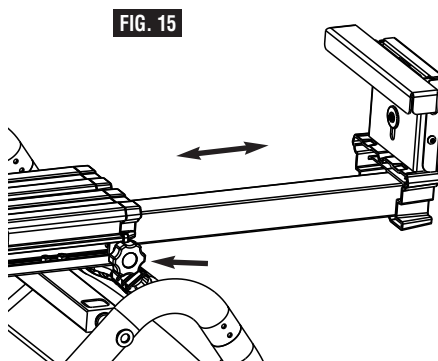

FIG. 15
1. Desserrez le bouton de verrouillage situé le long du côté de l'ensemble de rail, comme illustré à la Figure 15.